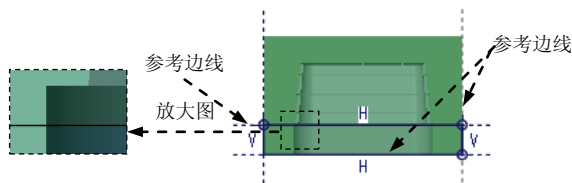

图 16.11 截面草图
(3) 绘制截面草图。进入草绘环境后, 选取图 16.11 所示的坯料边线为参考; 绘制图 16.11 所示的截面草图 (为一矩形), 完成截面的绘制后, 单击“草绘”操控板中的“确定”按钮 .